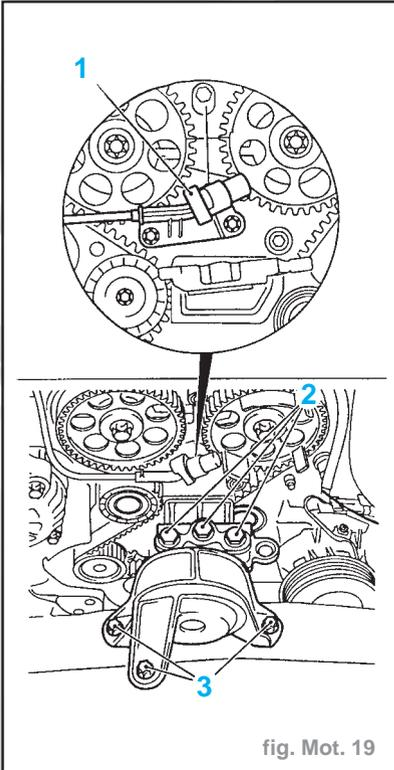
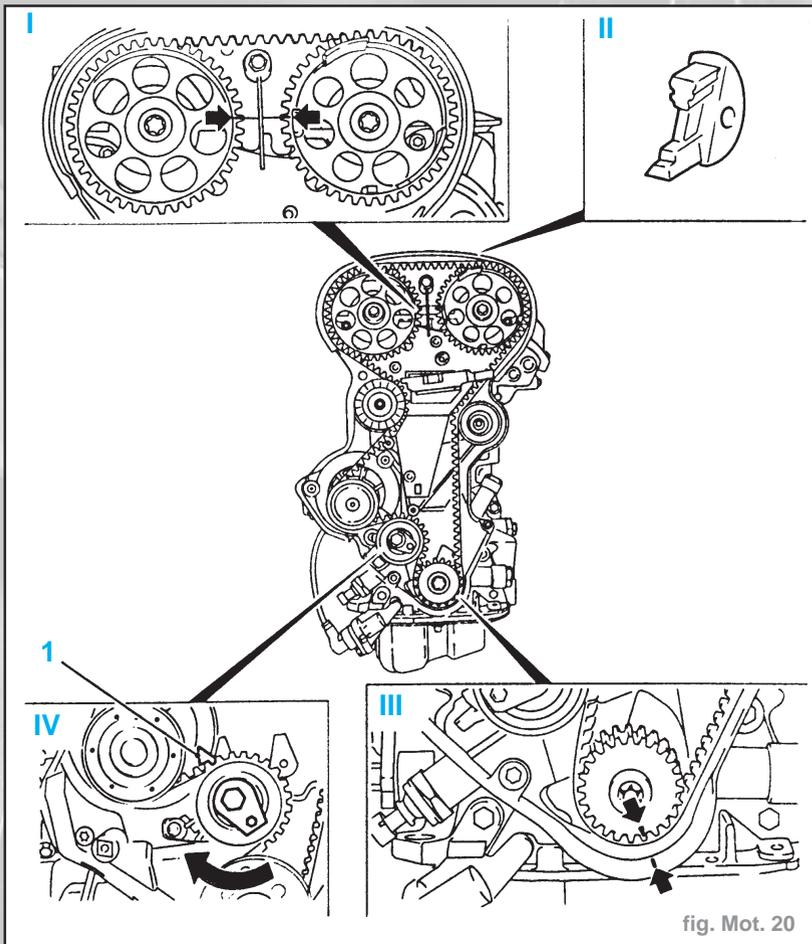

fig. Mot. 19
fig. Mot. 20
- Déposer le capteur d'arbre à cames (1) de la culasse et le placer sur le côté (fig. Mot. 19).
- Déposer les vis de fixation (2) et (3).
- Placer le vilebrequin au "PMH allumage cylindre n°1" en tournant dans le sens de rotation du moteur (III). Les repères des pignons d'arbre à cames doivent se trouver en regard et affleurer avec le bord supérieur de la culasse (1) (fig. Mot. 20).
- Fixer les pignons d'arbre à cames à l'aide de l'outil **KM-852 (II)**.
- Dévisser la vis de fixation du galet-tendeur de courroie crantée (IV) et tourner l'excentrique de réglage dans la direction de la flèche (dans le sens horaire) jusqu'à ce que l'index (1) se trouve juste devant la butée gauche.